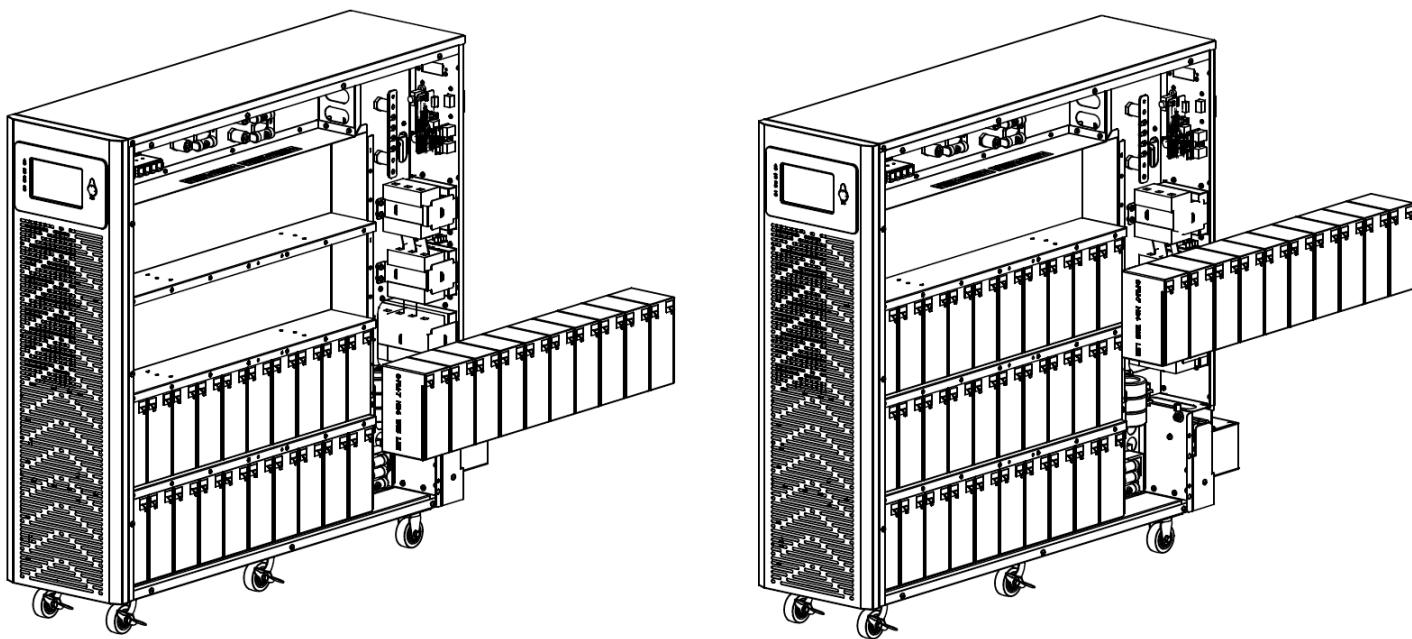

Figura 3-10: Instale las baterías en los entrepaños tercero y cuarto en el lado derecho.
5. Instale 10 baterías en los entrepaños tercero y cuarto en el lado derecho (Figura 3-10). Mantenga siempre el lado de la terminal de todas las baterías viendo hacia arriba.